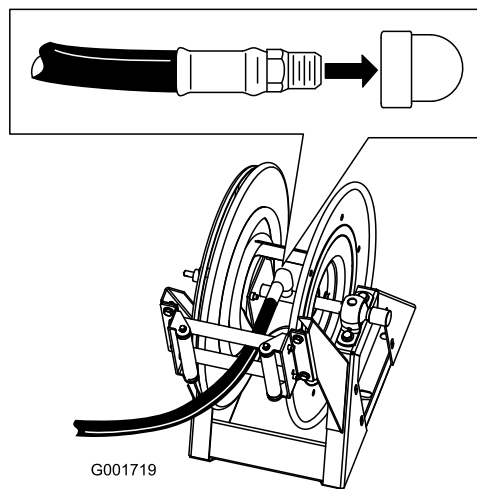

Рисунок 23
1. Оберните тефлоновой лентой резьбовые соединения штуцера длинного шланга и вставьте штуцер в соединительную трубку на барабане (Рисунок 23).